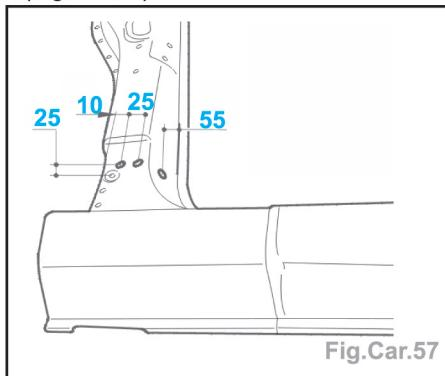

Fig.Car.57
- Tracer puis percer au **Ø 8 mm** pour sou-dage ultérieur par points bouchons (Fig.Car.57).